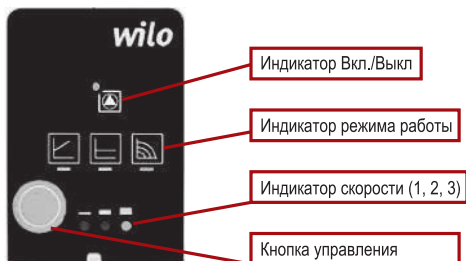

Рисунок 7 -
4.2.14 Котел оснащен циркуляционным насосом Wilo PARA 15-130/6-43/SC с тремя режимами работы. Заводские настройки режима работы циркуляционного насоса – «Постоянная скорость - III». При включении насоса светит индикатор работы насоса, режима работы  и индикатор III скорость (см. рисунок 7).
4.2.18 Переключение между режимами и скоростями работы насоса выполняется с помощью кнопки управления (см. рисунок 7).